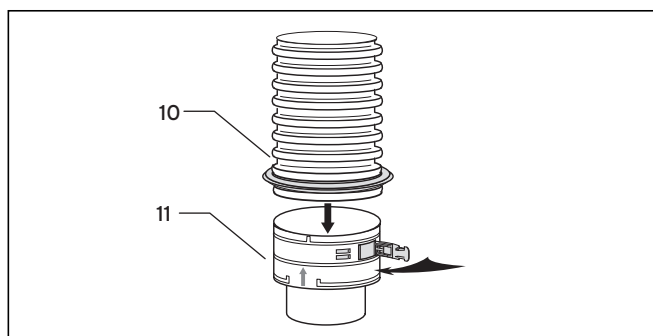

Fig. 6.25 Elementul de introducere cu conductă flexibilă pentru gaze arse
- Procedați ca la montarea elementelor de introducere (vezi Fig. 6.25).